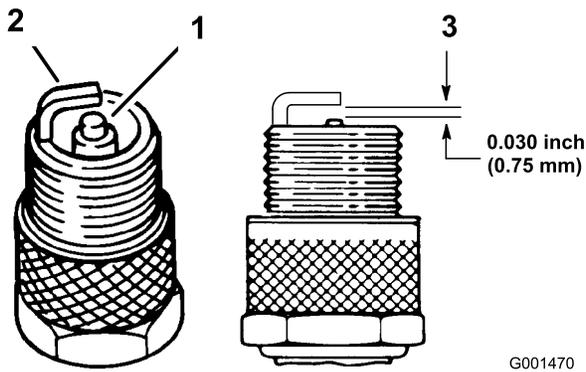

図 24
1. 中央の電極部(図 24)を観察する。絶縁体部がうす茶色や灰色なら適正、黒い汚れがある場合にはエアクリーナの不良を考える。
2. プラグの電極間のエアギャップ 図 24 を点検し、適正值から外れていれば外側の電極 図 24 を曲げて調整する。
3. 点火コードを接続する 図 24。